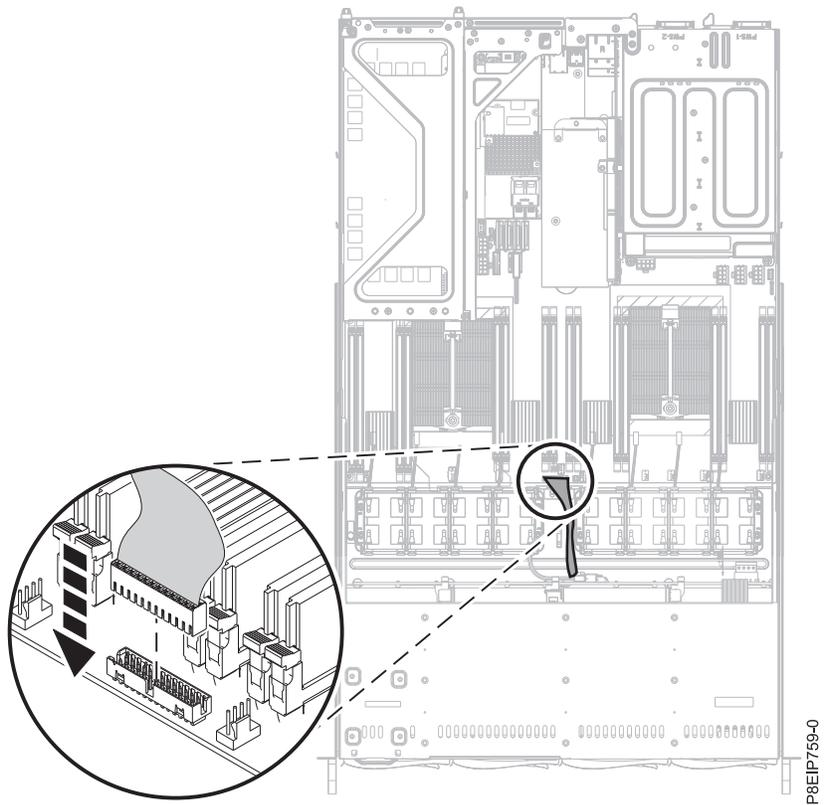

Figure 42. Remise en place du câble du panneau de commande
15. Remettez en place le câble du panneau de commande dans le fond de panier système, comme indiqué dans la figure 42, à la page 43.